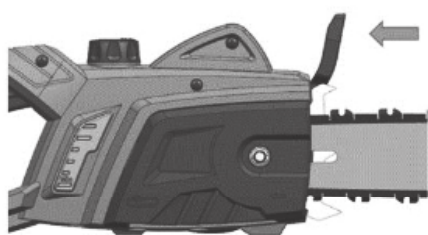
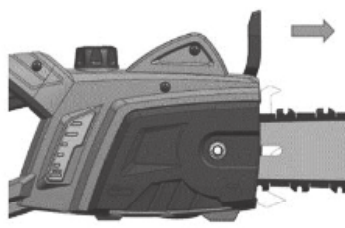

Fig.1A
Fig.1B
O freio da corrente está desengatado (a corrente pode se mover) quando o freio é puxado para trás e travado. Essa é a posição normal de funcionamento (Fig. 1A). O freio da corrente está engatado (a corrente não pode se mover) quando o freio está na posição para frente (Fig. 1B).
- A. Certifique-se de que o freio da corrente esteja desengatado (Fig. 1A).